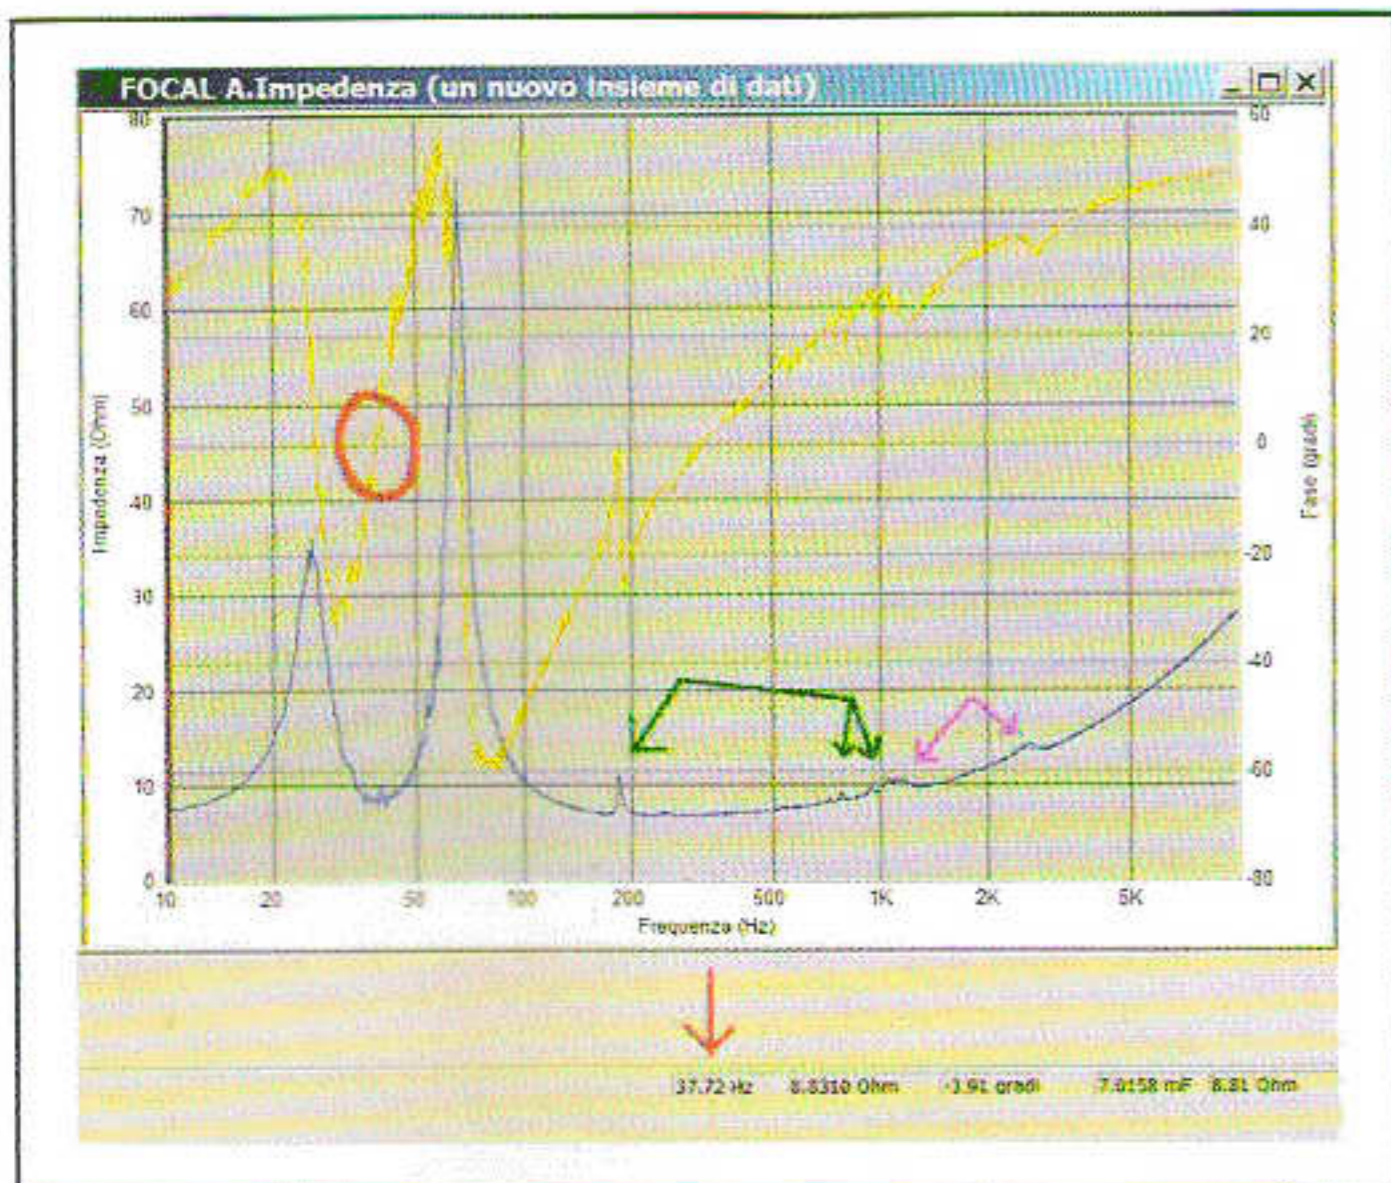

Fig. 7 - L'impedenza del Focal montato in cassa.
A. Impedenza" di cui ci apparirà il grafico. Il sistema usato in questo esempio è un diffusore reflex a torre (misure interne 959 x 188 x 218 mm) con due porte di accordo e senza assorbente acustico all'interno (Fig. 7). La curva dell'impedenza di un altoparlante montato in **cassa completamente chiusa** presenta un picco come avviene per l'altoparlante in aria libera, solo che questo picco non è più posto alla frequenza di risonanza (F_s) ma si trova alla **frequenza di risonanza del sistema chiuso** (F_c), la quale risulta essere sempre maggiore della F_s e inversamente proporzionale al volume della cassa. In una **cassa bass reflex** la curva dell'impedenza presenta due picchi, uno (F_l) posto ad una frequenza inferiore di F_s , l'altro (F_h) ad una frequenza superiore di F_s ; tra i due picchi c'è un avvallamento il cui valore inferiore (*minimo*) corrisponde alla **frequenza di accordo del sistema reflex** (F_b); volendo essere più precisi dobbiamo dedurre la frequenza di accordo del sistema dall'argomento dell'impedenza: guardando la Fig. 7, che si riferisce ad un sistema reflex, possiamo subito sapere qual è la F_b posizionando il cursore del mouse nel punto in cui la fase (linea gialla) assume valore zero tra i due picchi (cerchio rosso) e leggerne il valore nella BARRA DI STATO (freccia rossa); la fase assume valore uguale a zero in tre punti che sono i due picchi dell'impedenza ed il *minimo* tra essi. Un altro metodo (5) per calcolare la F_b è quello di chiudere ermeticamente il condotto d'accordo con una tavola di legno e relativa guarnizione, e misurare la curva d'impedenza; da questa leggete il valore della F_c e applicate la formula: $F_b = (F_l^2 + F_h^2 - F_c^2)^{1/2}$. Vi rimando al mio sito per scaricare un foglio Excel che calcola i parametri di Thiele/Small in cassa, compreso il Q del box, partendo da detto metodo. Conoscendo la F_b sappiamo se l'accordo scelto a tavolino